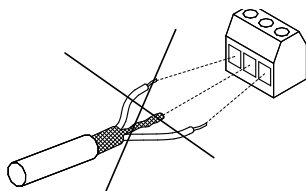

Рис. 26 Не подключайте экран скрученными концами
- Не подключайте экран скрученными концами. См. рис. 26. Вместо этого используйте хомутики или закрепленные кабельные вводы.